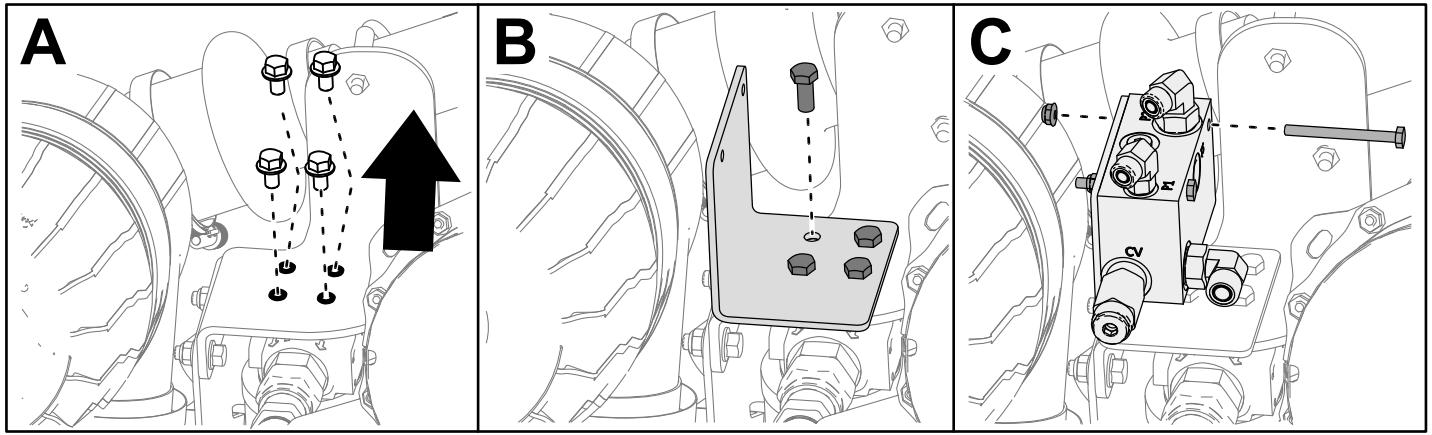

Figura 3
4. Retire y deseche los pernos del soporte del filtro de carga (Figura 3, A).
5. Instale el soporte con 4 pernos ( $\frac{3}{8}$ "), como se muestra en la Figura 3, B.
6. Instale el distribuidor y los acoplamientos en el soporte con 2 pernos ( $\frac{1}{4}$ " x  $2\frac{3}{4}$ ") y 2 tuercas ( $\frac{1}{4}"), como se muestra en la Figura 3, C.$